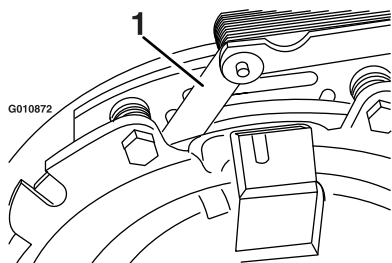
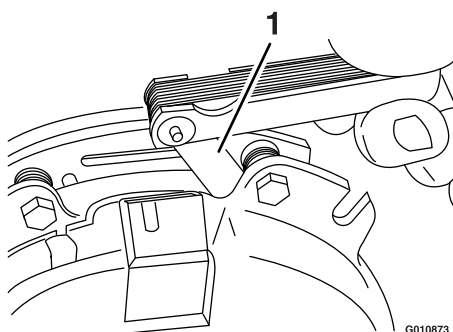

Figura 59
Figura 60
- E. Utilizando um apalpa-folgas com 0,25 mm de espessura, verifique se existe uma folga entre o disco e a armadura em ambos os lados do pólo do travão, como se mostra na Figura 59 e na Figura 60.